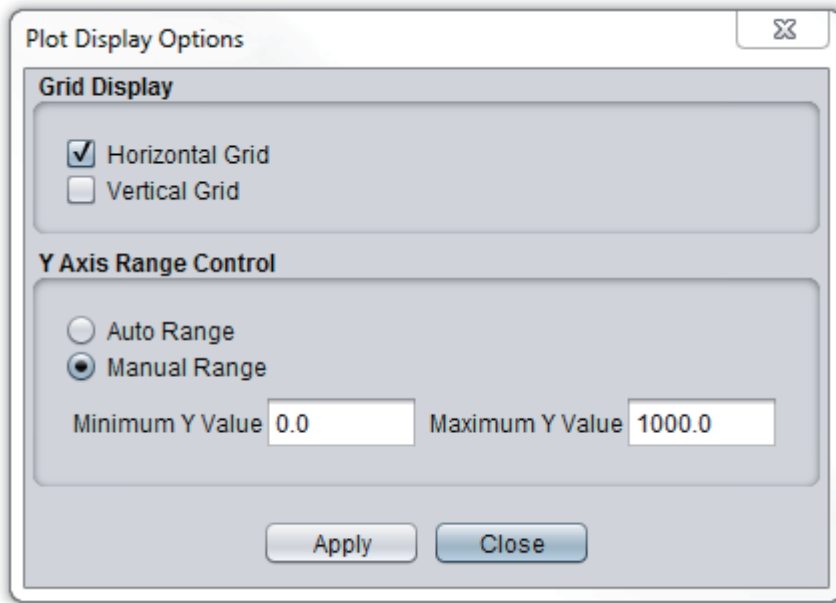

图 98: Plot Display 选项
- Plot Display 选项显示了改变曲线图显示的选项的对话框（见图 98）。